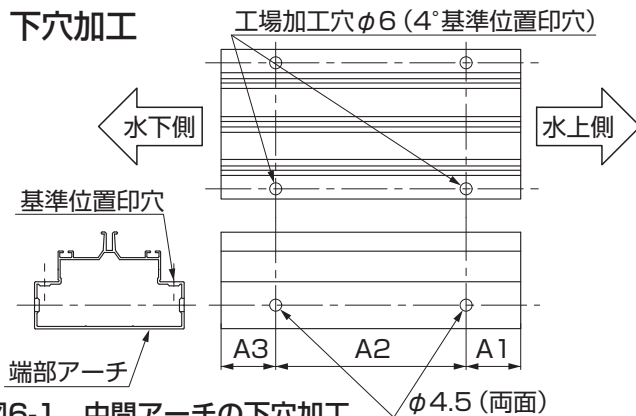

図6-1 中間アーチの下穴加工
① 中間アーチにφ4.5の穴加工をしてください。(図6-1、表6-1参照)